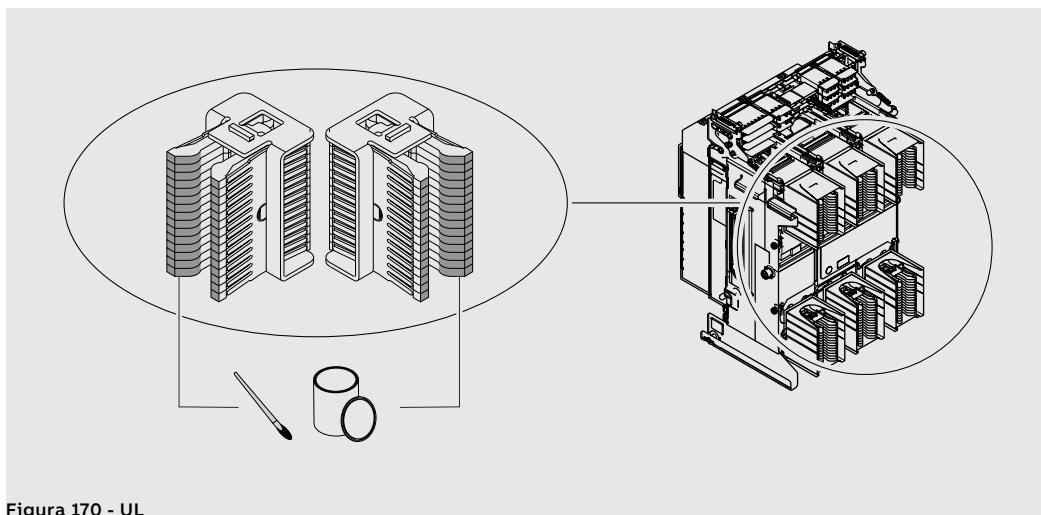
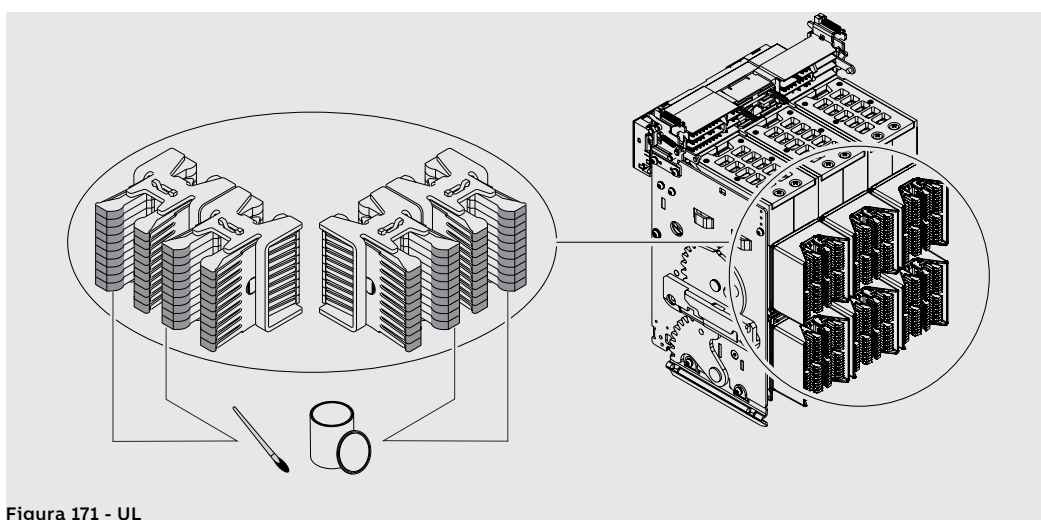

Figura 170 - UL
Figura 171 - UL
2. Lubrique las pinzas de seccionamiento en los puntos indicados, con grasa Mobilgrease 28 (EXXON MOBIL) (Figura 170 - UL para E1.2; Figura 171 - UL para E2.2, E4.2 y E6.2).